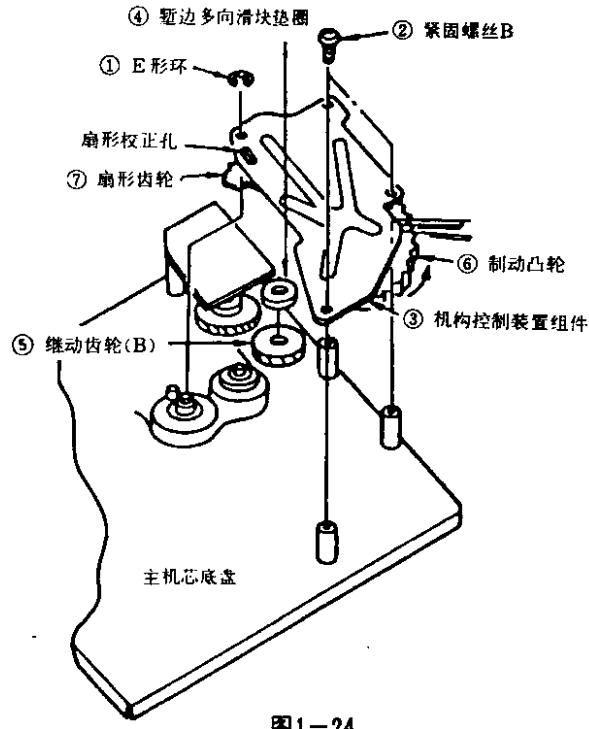

图1-24
3. 将上部磁鼓的引线①~④分别焊接于其连接焊点。
**● 装置的拆卸(图1-24)**
2. 拆去E形环①。
3. 拆去三支螺丝②(LX-HZ3027GEFD)。
4. 取出机构控制装置组件③。
**● 装置的组装(图1-24)**
1. 拆去铱边多向滑块垫圈④。
2. 取下继动齿轮(B)⑤。
3. 调节移行器组件(A)⑪的位置，让移行器的校正孔、制动器导动杆的校正孔⑬与机芯底座的校正孔④对齐。(移动主制动弹簧⑭易使校正孔的对齐)。
4. 拆下张力臂弹簧，沿箭头→⑩所指方向满转装填齿轮(A)⑧和(B)⑩，使其装置处于无载状态。
5. 沿箭头所示方向旋转机构控制装置的制动凸轮⑥，使扇形齿轮的校正孔⑦带其附加角度处于扇形齿轮校正孔中心。
6. 将机构控制装置③接固于机芯底盘。为不妨碍此操作，可将移行器组件(A)⑪移至左右两侧。
7. 紧固三支紧固螺丝②。
8. 套上E形环①。
10. 装上继动齿轮(B)⑤。